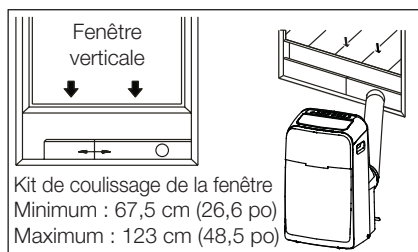

Fig. 9a
6. Apposez l'adaptateur B dans le kit de coulissage de la fenêtre et fixez-le. (Fig. 9a & 9b)